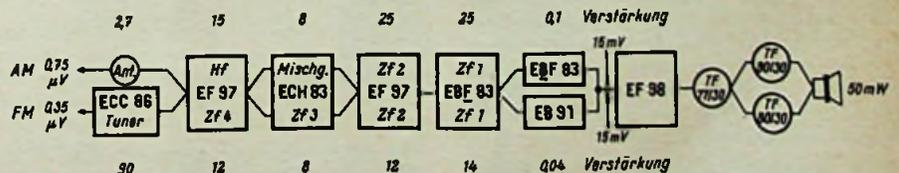

Bild 1. Blockschaltung mit Niedervoltröhren ohne Gleichspannungswandler
Selbst eine hochgezüchtete Treiberöhre kann bei 6/12 V Anodenspannung eine 4-W-Gegentaktstufe mit Transistoren nicht mehr aussteuern. Deshalb muß vor der Endstufe ein Transistor mit mehr als 250 mW Verlustleistung bei 60° C Umgebungstemperatur (z. B. Siemens-Typ TF 77/30) verwendet werden, der bei 6 V noch 50 mW Treiberleistung mit erträglichem Klirrfaktor abzugeben vermag. Um eine ausreichende NF-Empfindlichkeit zu erzielen, muß der Transistor-Treiberstufe eine NF-Röhre vom Typ EF 98 vorgeschaltet werden (Bild 1).
Das Blockschaltbild eines kompletten, mit Niedervoltröhren bestückten 6-V-Kraftwagenempfängers, der einen solchen NF-Teil enthält, zeigt Bild 1. Dabei sind die übliche 240  $\Omega$ -Antenne und eine NF-Gegenkopplung von etwa 2 vorausgesetzt. Mit Rücksicht auf die besseren Begrenzereigenschaften der mit sehr niedriger Schirmgitterspannung von 1,5 V betriebenen Röhre EF 97 kann es zweckmäßig sein, diese bei FM-Betrieb in der Stufenfolge mit der EBF 83 zu vertauschen.
Der Gleichspannungswandler mit dem Transistor TF 77/30z (AM) bzw. TF 80/30z (FM) tritt an die Stelle der bei einem Empfänger mit Niedervoltröhren erforderlichen zusätzlichen Zf-Stufe und der zusätzlichen Treiberstufe mit dem Transistor TF 77/30 (vgl. Bild 1 und 2).